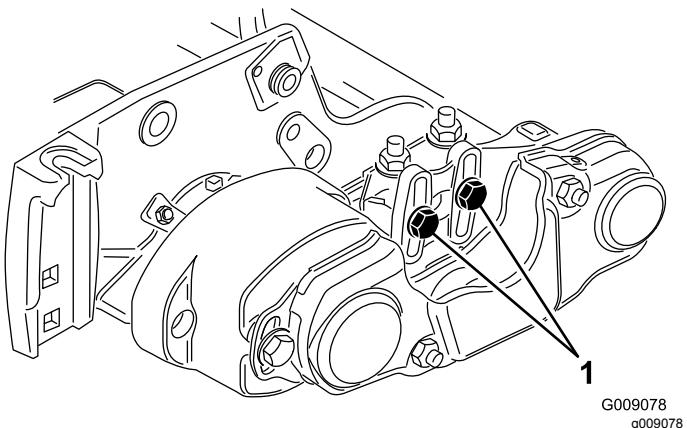
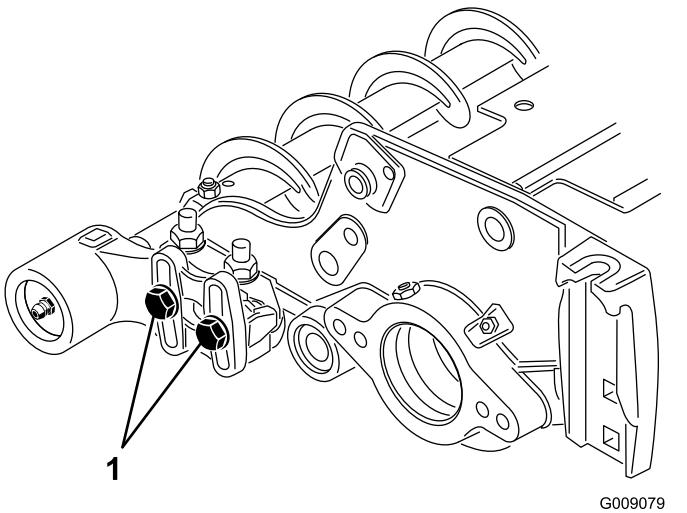

Figura 12
Figura 13
15. Allentate i 2 bulloni che fissano ciascun l'alloggiamento del cuscinetto della spazzola per rullo alla staffa di montaggio della spazzola per rullo (Figura 12 e Figura 13).